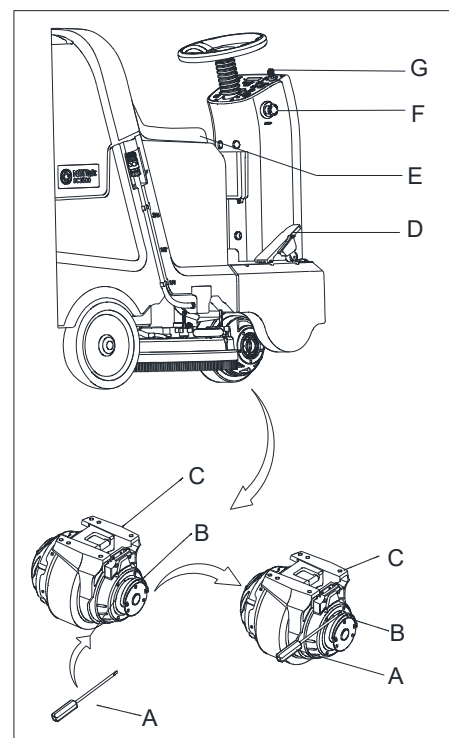

Figura 6
1. Gire el interruptor de llave (G, Figura 6) hacia "ON".
2. Presione el pedal de aceleración (D, Figura 6) suavemente luego suéltelo para comprobar que la máquina puede orientarse hacia adelante y detenerse.
3. Para mayor seguridad, confirme si la máquina puede detenerse inmediatamente presionando el botón de emergencia (F, Figura 6). Gire el botón de emergencia para reiniciarlo.
En casos especiales, como durante el embalaje / desembalaje de la máquina, avería de la máquina, etc., se necesita mover la máquina que el motor de impulsión se accione. Por favor, inserte un destornillador A (Figura 6, A) entre el freno del motor (Figura 6, B) y el motor (Figura 6, C) y las ranuras (Figura 6), el freno de la máquina se soltará y ahora se podrá mover. Cuando finalice, saque el destornillador para poder arrancar la máquina.